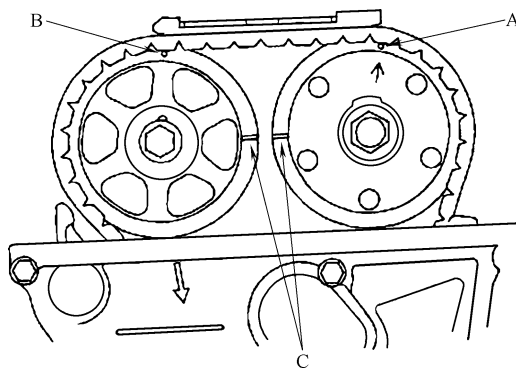

图 23-122 对齐标记
- 5) 参照图 23-122，将 1 缸活塞设置到上止点位置：使可变气门正时控制执行器上的标记 A 和排气凸轮轴链轮上的标记 B 均位于顶部，然后将可变气门正时控制执行器和排气凸轮轴链轮上的上止点标记 C 对齐。